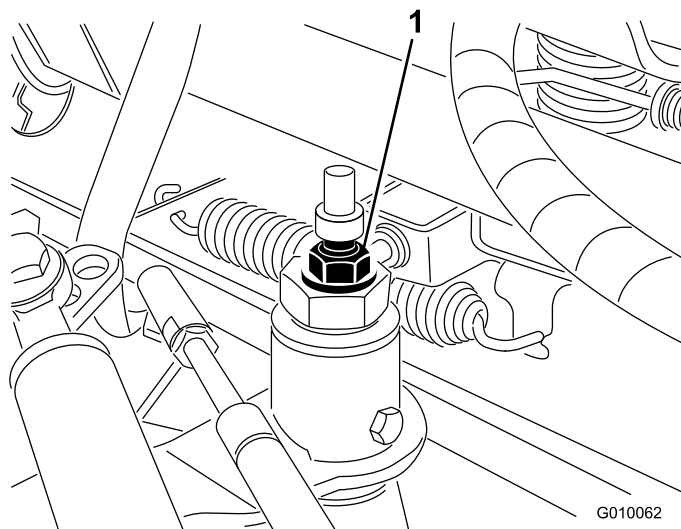

図 53
3. トラクション調整カムのロックナットをゆるめる(図 53)。